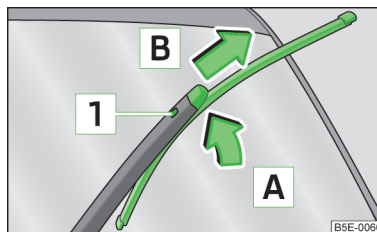

Fig. 40
- Levantar el brazo de la escobilla separándolo del parabrisas » fig. 40.